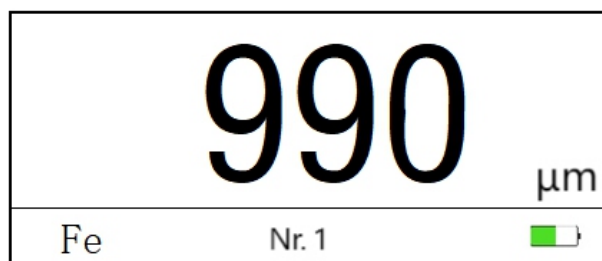

Abbildung 10: Aufnahme-M. - Man.
- **Manueller Modus:** In diesem Modus werden nur der Messwert und das Substratmaterial für den aktuell eingestellten Aufzeichnungspunkt aktualisiert. Drücken Sie die Taste  oder , um zwischen den Aufzeichnungspunkten zu wechseln. Wie in Abbildung 10 dargestellt, zeigt das Display während der manuellen Messung 'Nr. 1' (den eingestellten Aufzeichnungspunkt) an.